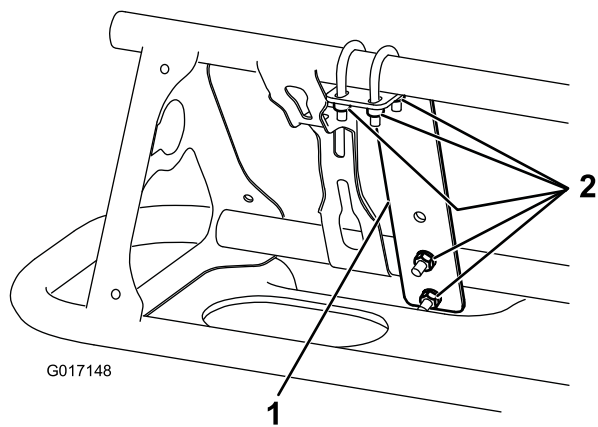

Figura 9
1. Instale um suporte de montagem na parte da frente de cada rampa perto do bico mais exterior com 3 cavilhas em U e 6 porcas de bloqueio (1/4 pol.) (Figura 8 e Figura 9).